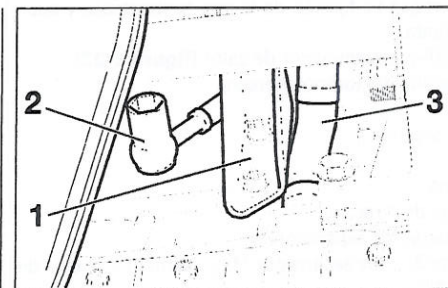

FIGURA 1-21
- el soporte inferior del turbo (1) (figura 1-21).
- la tubería de alimentación de aceite del turbo al motor (2) (figura 1-21).
- la tubería de sobrante de aceite del turbo (3) al motor. Prever el flujo de aceite y tapar los orificios abiertos (figura 1-21).